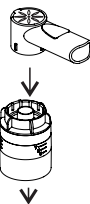

Рисунок 6-3
- Установите насадку для рта или маску для проведения ингаляции на верхнюю часть емкости для лекарства (см. рис. 6-3, 6-4).